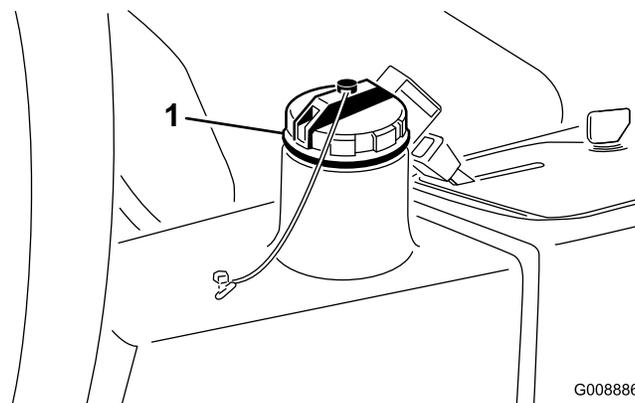

Figura 24
2. Limpe a zona em redor do tubo de enchimento e da tampa do depósito hidráulico (Figura 24). Retire a tampa.